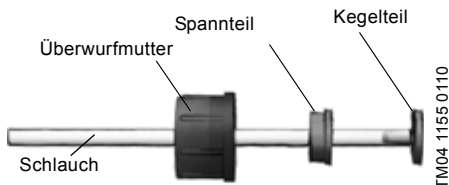

Abb. 8 Hydraulischer Anschluss
2. Kegelteil vollständig in den Schlauch einschieben, siehe Abb. 8.